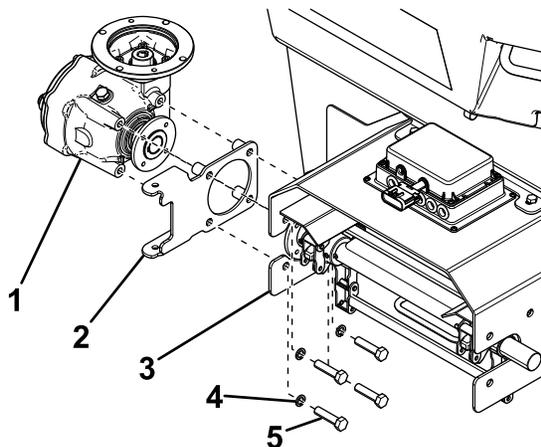

Bild 22
8. Befestigen Sie die neue Halterung der Zapfensicherung und das Getriebe mit vier Schrauben ($\frac{1}{2}$ " x 2") und Sicherungsscheiben ($\frac{1}{2}$ ") an der linken Seite der Abdeckung der Stahlbolzenkette, wie in Bild 22 abgebildet.